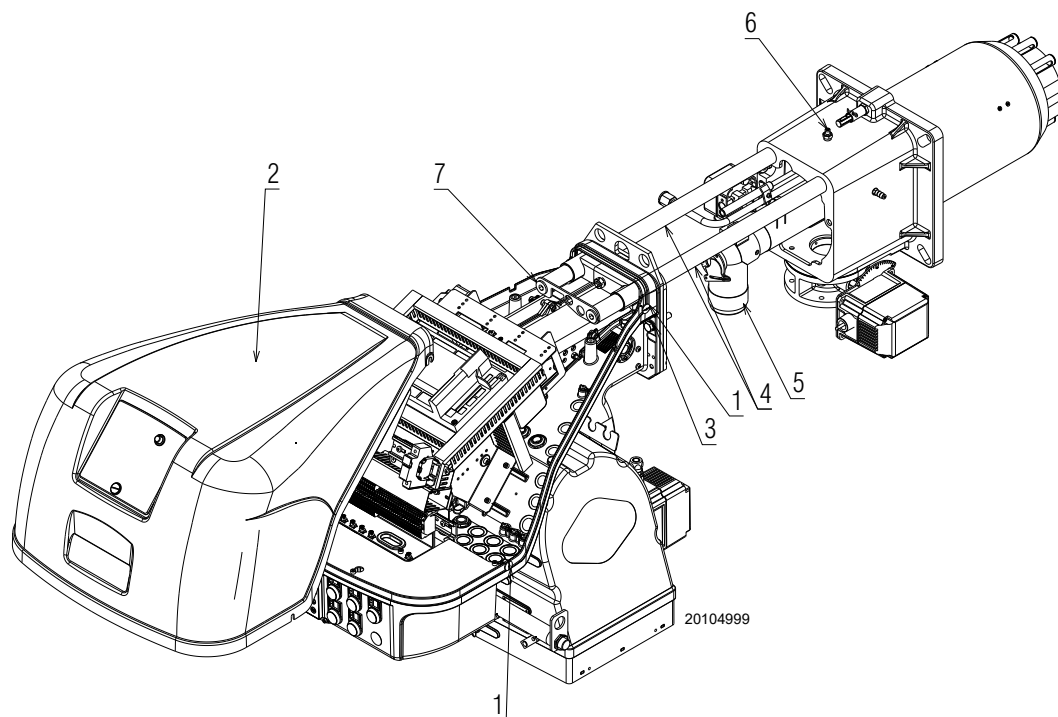

Fig. 36
- Allentare le 4 viti 1)(Fig. 36) e togliere il cofano 2);